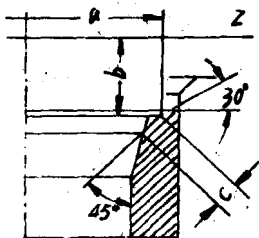

图 1-2 进气门座的修复
1. 进气门座的修复(图 1-2) $a=\varphi=37.20\text{mm}$; $b=9.20\text{mm}$; $c=2.00\text{mm}$; z =气缸盖的底边; 30° 为上边修正角度; 45° 为气门座角度。